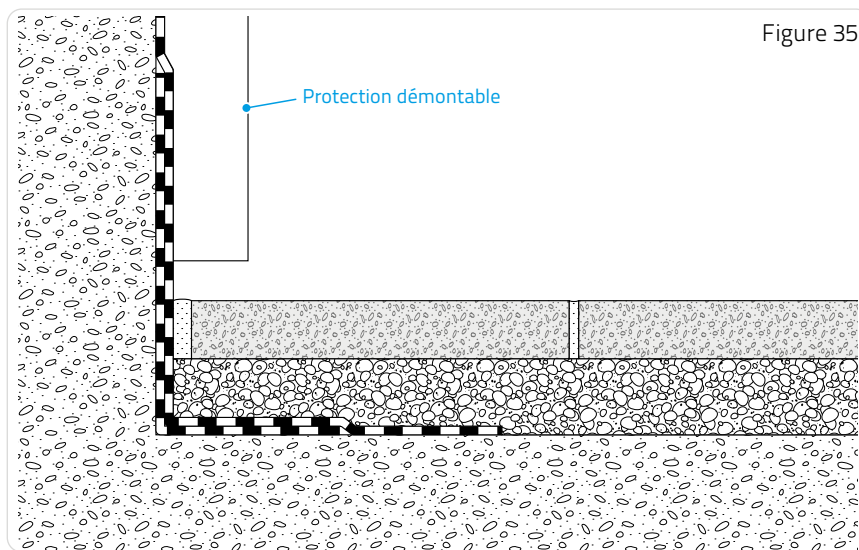

Figure 35
□ Protection des relevés (Figure 35).